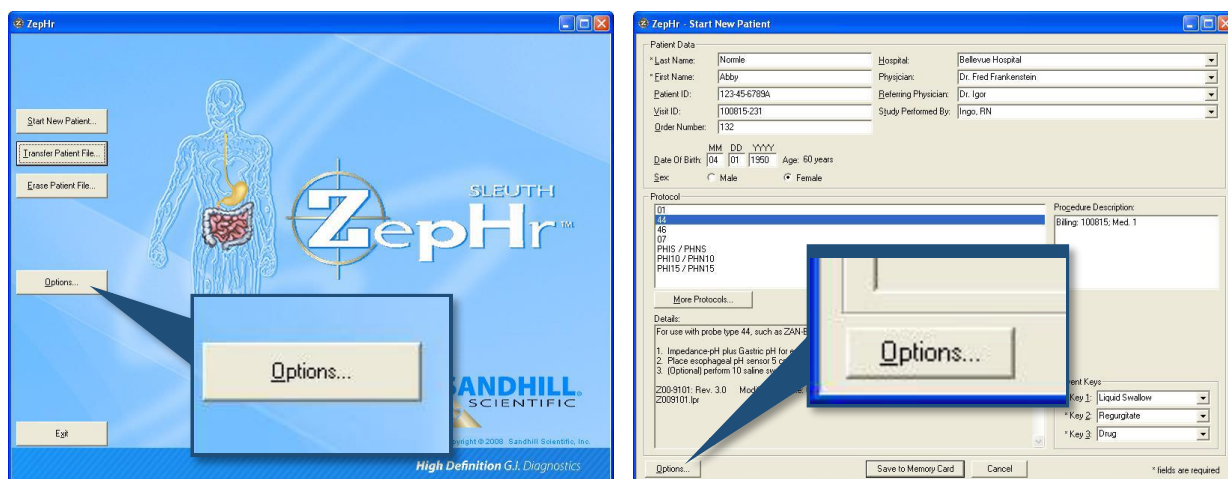

図 53 オプション画面の選択（左：メイン画面、右：プロトコル設定画面）
- ① メイン画面から“Options”をクリック（図 53 の左）
- ② プロトコル設定画面から“Options”をクリック（図 53 の右）
- ③ オプション画面が表示されます。